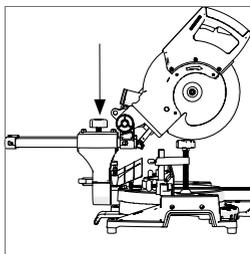

Fig. 24
- Serrare nuovamente a fondo la vite di bloccaggio della slitta. (Fig. 24)